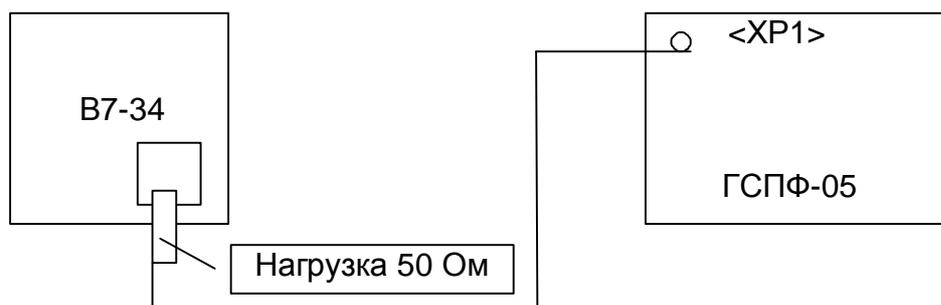

Рис. 7. 17
7.5.3.12.1 Собирается измерительная схема так, как показано на Рис. 7. 17.